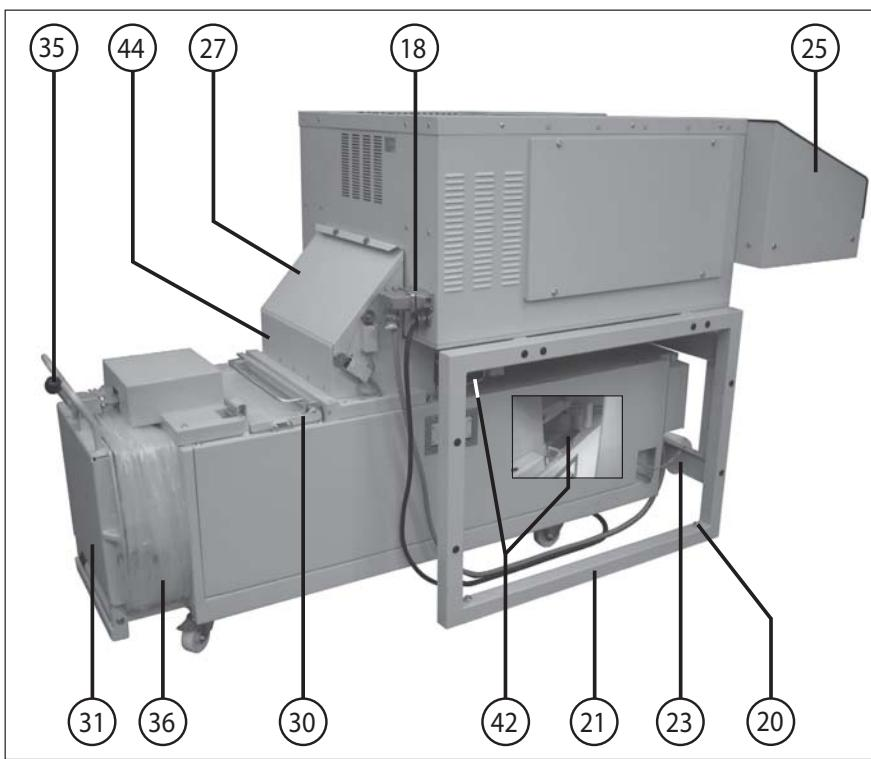

Abb. 2
- 18 = Steckdose (Abb. 2)
- 20 = Ausgleichsschraube (Abb. 2)